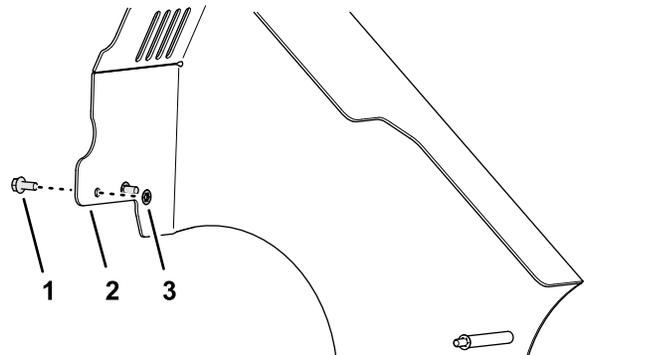

Bild 8
1. Führen Sie die Bundkopfschraube, die Sie in Entfernen des Riemenschutzes \(Seite 5\) entfernt haben, durch das Loch in den Riemenschutz ein, siehe Bild 8.
2. Sichern Sie die Schraube mit einem Sicherungsring am Schutz (Bild 8).
3. Wiederholen Sie die Schritte 1 und 2 für die andere Kopfschraube (Bild 8).